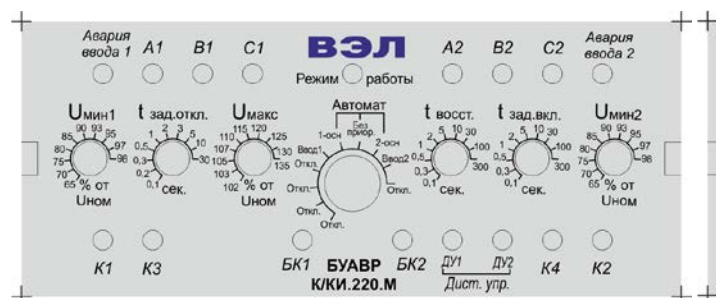
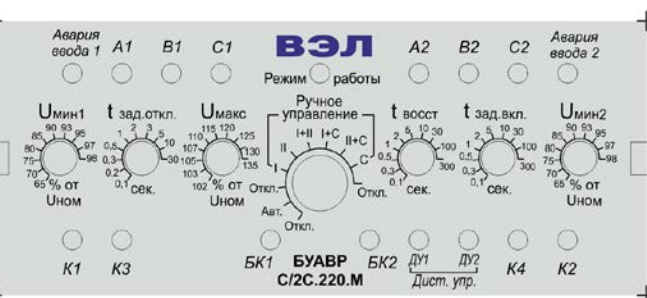

Рис. 3 Расположение органов управления и индикации БУАВР.К и БУАВР.КИ
Рис. 4 Расположение органов управления и индикации БУАВР.С и БУАВР.2С
- 4.3. Переключение режимов работы производится с помощью 10-позиционного переключателя, находящегося на передней панели, в центре, рис.3, рис.4. Для удобства контроля режимов работы БУАВР при запуске и эксплуатации, предусмотрена светодиодная индикация режимов работы с помощью многоцветного светодиода «Режим работы», рис.3, рис.4. Описание режимов работы БУАВР и соответствие индикации приведены в табл. 1 и табл.2. .
4.6. БУАВР имеет четыре исполнительных выходных реле с НО контактами. Назначение выходных исполнительных реле для различных модификаций БУАВР приведено в табл. 4. О замыкании контактов исполнительных реле сигнализирует зажигание соответствующих индикаторов К1 - К4, рис.3 и рис.4.
4.8. Выбор модификации БУАВР производится с помощью перемычек «J1» и «J2». Внешний вид лицевой панели для различных модификаций БУАВР приведен на рис.3, рис.4. Соответствие между модификациями БУАВР и положением перемычек приведено в таблице 6. Перемычки «J1» и «J2» находятся на нижней плате БУАВР, и устанавливаются со стороны выходных клеммников с помощью пинцета.